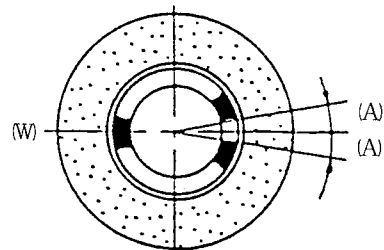

図1-15
- ⑦ W側が重い場合は、2個のバランスピースを右図のように取り付ける。角度Aは、測定をしながら加減する。(図1-15)